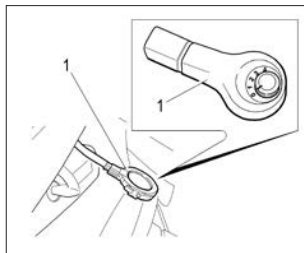

Рис. 34. Датчик дождя и освещенности
Для включения системы очистки необходимо переключатель чувствительности датчика дождя **1** (см. рис. 34), расположенный за зеркалом заднего вида в накладке датчика перевести из положения **0** в любое другое положение от **1** до **4\*\***, а рычаг переключателя стеклоочистителей перевести в положение **III** (прерывистый режим работы). При этом щетки очистителя делают один ход, после чего будут включаться или выключаться в зависимости от количества капель дождя, попадающих на ветровое стекло.
*В варианном исполнении* автомобили оснащаются совмещенным датчиком дождя и освещенности, который расположен на ветровом стекле за зеркалом заднего вида (рис. 34).